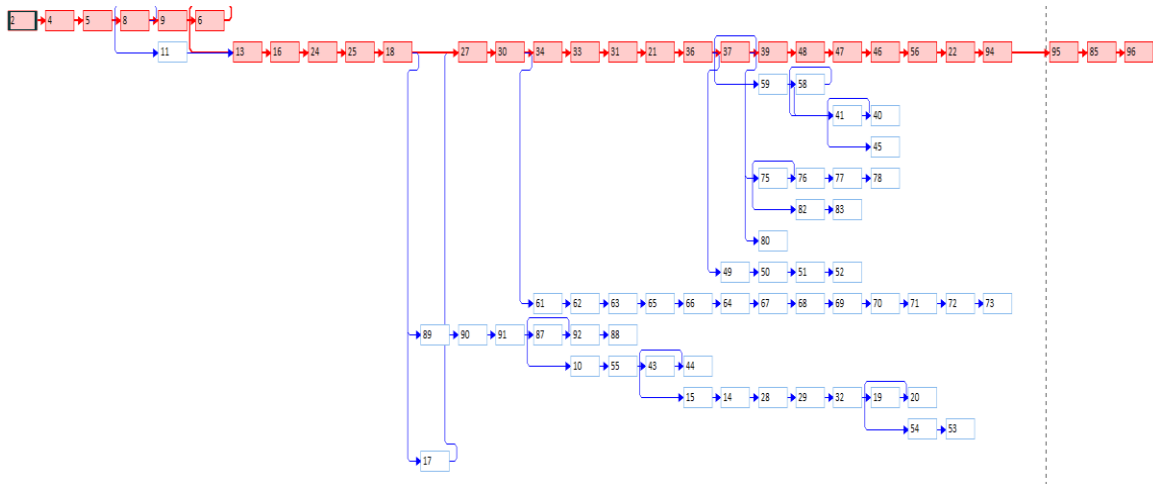

Figura 1
El diagrama de red del proyecto (Figura 1) se construye a partir de las informaciones de precedencia de cada una de las actividades. Permitiendo el cálculo del tiempo más temprano para finalizar (1) y el tiempo más tarde finalizar (2), presentada en la Tabla 1.